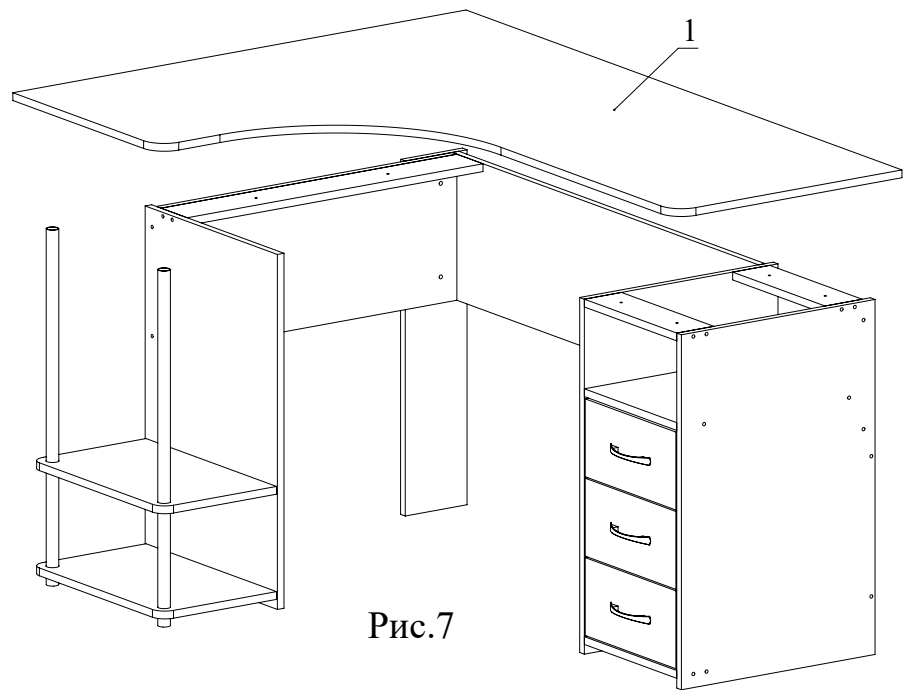

Рис.7
8. Закрепите уголки на деталях 2, 8, положите деталь 1 на готовое подстолье и шурупами 4x30 сквозь планки 10 и 11 прикрепите столешницу, перед этим оденьте на трубу фланцы чашкой вверх и закрепите их на столешнице подняв вверх, вставьте ящики (Рис.7).